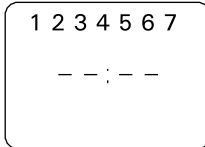

Рисунок 7.
- нажмите кнопку программирования [Ch1] один раз, после чего дисплей соответствует рисунку. (Рис. 7)